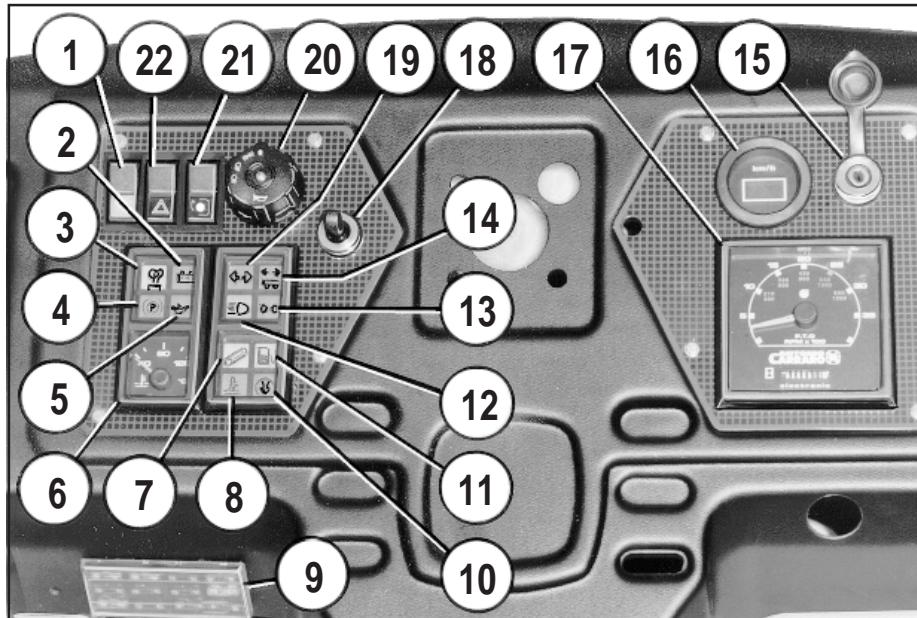

Fig. 18
- Indsæt nøglen i startafbryderen, og drej til position "1". Herefter tændes kun kontrollamperne for "utilstrækkeligt olietryk" (5 fig. 18) og for "start af foropvarmning" (2 fig. 18).